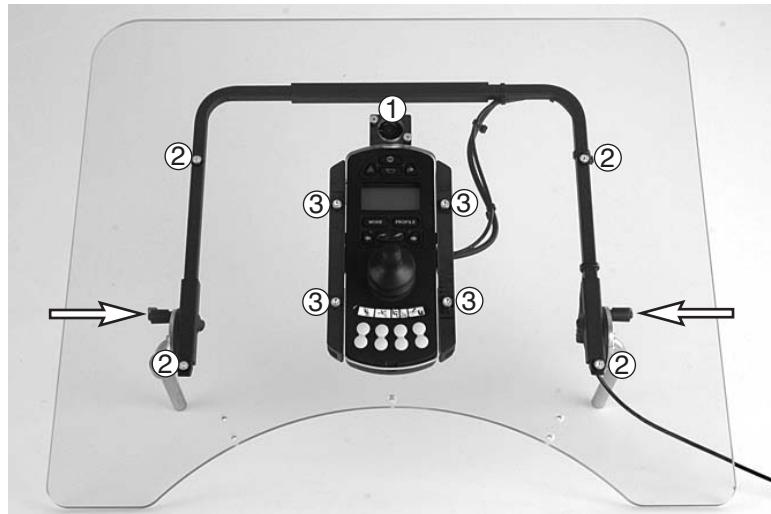

Bild 1. Översiktsbild
1. Knappen som gör det möjligt att vända panelen monteras på avsedd plats med hjälp av de två medföljande skruvarna. (*Bild 1 pos. 1*).
2. Montera bygeln med de fyra medföljande skruvarna. (*Bild 1 pos. 2*).
3. Panelen monteras i bordet med fyra skruvar. Se till att montera panelen med knapplådan vänd mot användaren. (*Bild 1 pos. 3*).
6. Bordets vinkel kan steglöst regleras genom att öppna skruvorna (Se pilar i *bild 1*). Skruvarna dras åt när önskad vinkel erhållits.